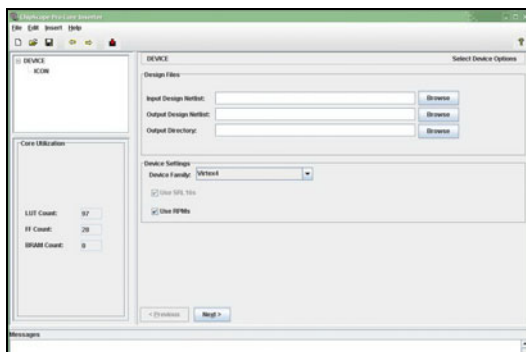

图 6.36 ChipScope Pro Core Inserter 用户界面
(1) 直接在 Windows 环境下运行“开始”/“程序”/“ChipScope Pro 8.2i”/“ChipScope Pro Core Inserter”命令。运行后即可得到 ChipScope Pro Core Inserter 的用户界面, 如图 6.36 所示。